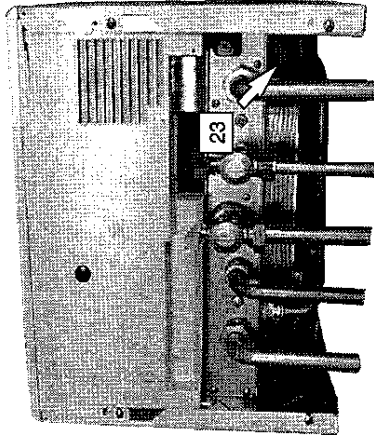

fig. 5.4
- 8 Collegare lo scarico della valvola di sicurezza 23 in fig. 5.4 ad un imbuto di scarico.